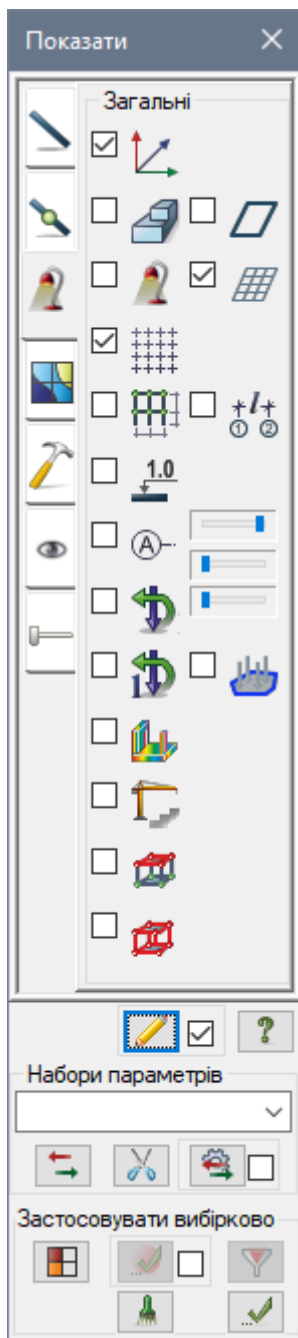

Рис. 18.16. Діалогове вікно Показати
- У діалоговому вікні **Показати** перейдіть на третю закладку **Загальні** і зніміть прапорець **Навантаження** (рис. 18.16).